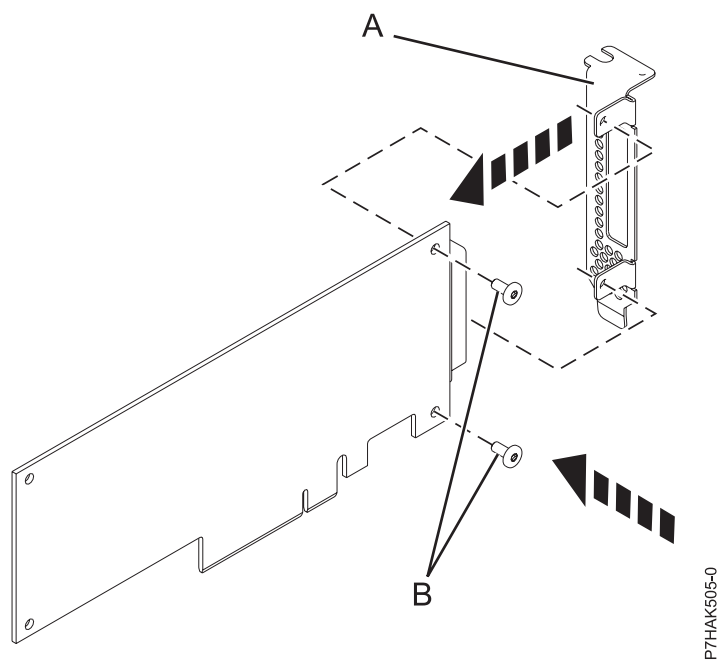

Figura 13. Colocación de la contrapunta de perfil bajo en un adaptador PCI
11. Utilizando un destornillador Phillips y los dos tornillos de retención (B), fije la contrapunta (A) del adaptador PCI anómalo en el nuevo adaptador PCI. Consulte Figura 13.